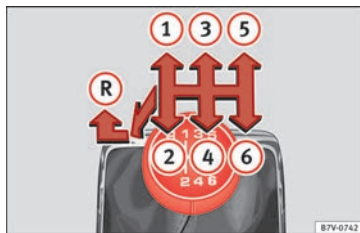

Fig. 129 Esquema de un cambio manual de 6 marchas.
En la palanca de cambios se representan las posiciones de cada una de las marchas » **fig. 129.**
- Desplace la palanca de cambios a la izquierda y a continuación hacia delante, a la posición de marcha atrás » **fig. 129 (R).**